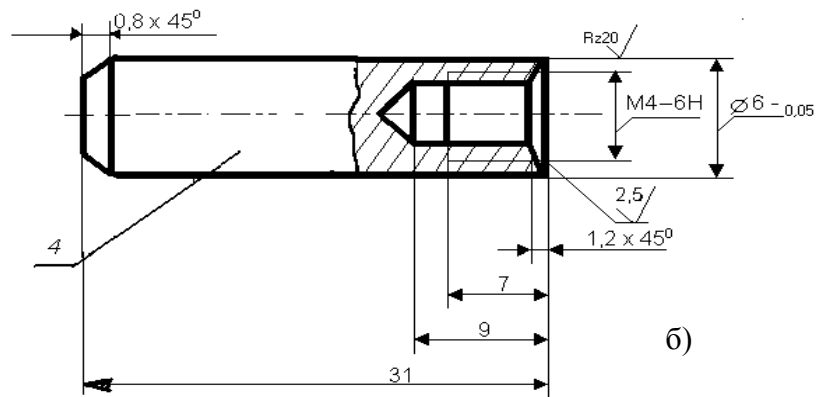
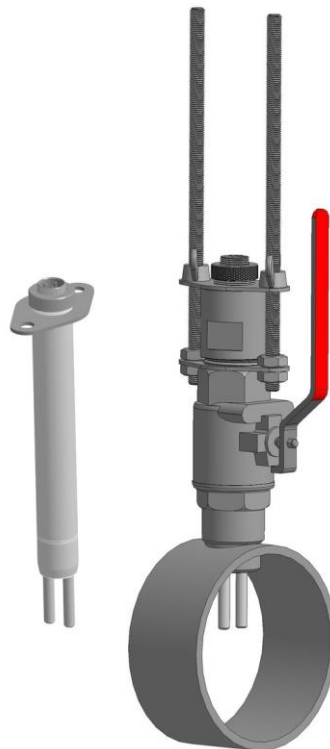

Рис. 4. Креслення електрода датчика ДК-2 зі сталі Ст. 20
Рис. 5. Утримувач електродів датчика корозії ДК-2 (зліва) та датчик у трубопроводі (справа).
3.4. Електроди датчика ДК-2 виготовлені із сталі Ст20 і взаємозамінні для всіх датчиків. Діаметр електрода 6 мм, довжина – 31 мм (рис. 4).
Датчик (рис. 5) виготовлений у вигляді утримувача із нержавіючої сталі, що вводиться в трубопровід через лубрикатор (сальникове ущільнення). На кінці утримувача нагвинчені циліндричні електроди з застосуванням ущільнювальних кілець. Поверхня електродів зачищена наждаковим папером середньої зернистості (5 клас шорсткості (R_z20)). Електроди одноразового використання, термін їхньої служби – до 3 років при значеннях швидкості корозії не більше 0,1 мм /рік. Креслення електрода приведене на рис. 4.
Зображення датчика у трубопроводі наведено на рис. 5.
7	Вставити датчик в лубрикатор. Прослідкувати, щоб площа розташування електродів була перпендикулярною до потоку води (див.рис. 5).